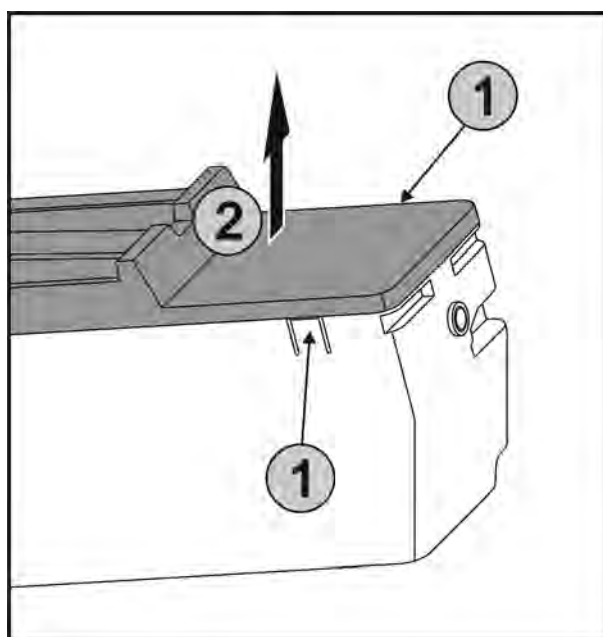

Fig. 40
- ▶ Одновременно нажать на накладки Fig. 40 (1) на обеих сторонах EasyTwist-Ice и снять крышку Fig. 40 (2) движением вверх.